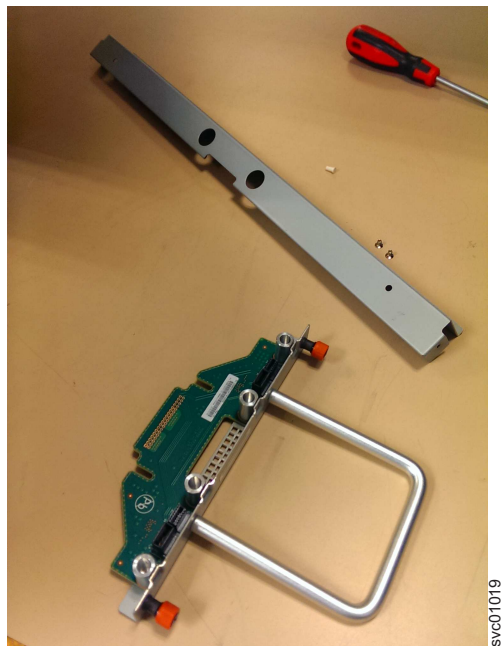

Рисунок 127. Компоненты платы интерфейса вентиляции, удаленные из шасси
- Положите плату интерфейса вентиляции (см. рис. 127) в безопасное место.